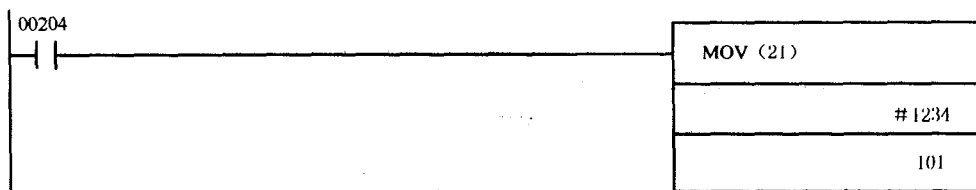

图 6-8 CQM1 的 MOVE 指令
在图 6-8 中, 只要控制逻辑为真, 移动指令 MOV(21) 就能够把一个源数据字复制到目的地址。源作为第一个参数输入移动指令, 而且可以是任意 16 位常数或者任意地址, 详细指明数字将从哪里复制 (在图 6-8 中, 使用常数 #1234。) 第二个参数指明复制到的目的地, 可以是任意地址, 但是存储器的 TC 区域除外 (在图 6-8 中, 一个输出映像字地址被指定)。